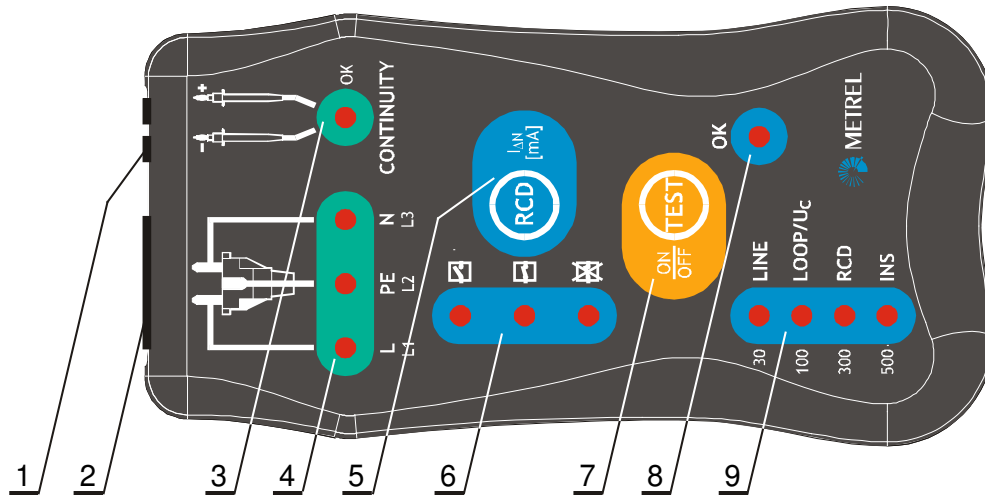

Fig. 01. Face avant
La mesure est complètement indépendante de toute autre fonction et est opérationnelle en permanence du moment que le testeur est enclenché. Les deux cordons de protection sont connectés aux deux bornes de protection (cfr fig. 01, pos. 1). Les exemples de mesures sont illustrés ci-après.